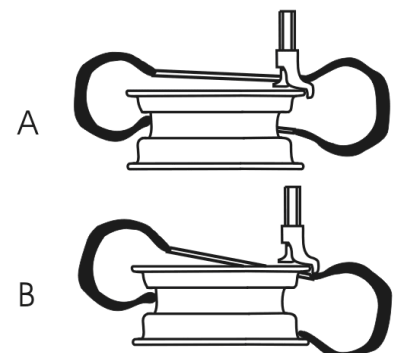

Fig. 22
- Enthält der Reifen einen Innenschlauch legen Sie diesen jetzt ein. Unternehmen Sie die vorweg, in dieser Bedienungsanleitung, genannten Anweisungen zu dieser Arbeit! (Abb.22).